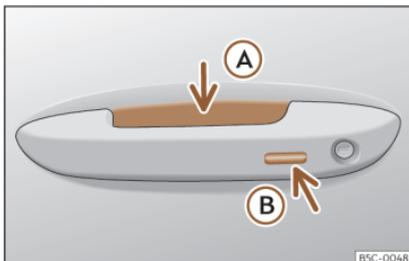

Fig. 78 Maniglia della porta: superfici sensibili
>>> fig. 78
- Impugnare la maniglia di una delle porte anteriori. Facendolo si tocca la superficie sensibile»» **fig. 78 A** (freccia) della maniglia e si sblocca il veicolo.
- Toccare *una volta* la superficie sensibile di blocco»» **fig. 78 B** (freccia) della maniglia di una delle porte anteriori. La porta della maniglia azionata dovrà essere chiusa.
- Toccare *una volta* la superficie sensibile»» **fig. 78 B** (freccia) della maniglia di una delle porte anteriori. Il veicolo si blocca grazie al sistema di sicurezza "Safe"»» pag. 108. La porta della maniglia azionata dovrà essere chiusa.
- Toccare *due volte* la superficie sensibile»» **fig. 78 C** (freccia) della maniglia di una delle porte anteriori per bloccare il veicolo senza attivare il sistema di sicurezza "Safe"»» pag. 108.
- Premere il pulsante di chiusura  del telecomando e, entro i 5 secondi successivi, toccare una volta la superficie sensibile di blocco della maniglia della porta del conducente »» fig. 78 . Non afferrare la maniglia della porta, altrimenti il veicolo non si bloccherà. È inoltre possibile effettuare la disattivazione se il veicolo viene bloccato tramite la serratura della porta anteriore lato guida.
Per **chiudere con la funzione comfort** tutti i finestrini elettrici e il tettuccio di vetro, mantenere un dito per alcuni secondi sulla superficie sensibile di blocco»» fig. 78  (freccia) della maniglia della porta finché non si saranno chiusi i finestrini e il tettuccio.
Le superfici sensibili delle maniglie delle porte potrebbero essere attivate da un getto d'acqua o vapore a forte pressione nel caso in cui vicino al veicolo vi sia una chiave valida. Se almeno uno dei finestrini dotati di alzacristalli elettrico è aperto e si attiva in modo permanente la superficie sensibile »» fig. 78  (freccia) di una delle maniglie, si chiuderanno tutti i finestrini.
- **OPPURE:** toccare *due volte* la superficie sensibile situata sulla parte esterna della maniglia della porta»» **fig. 78** .